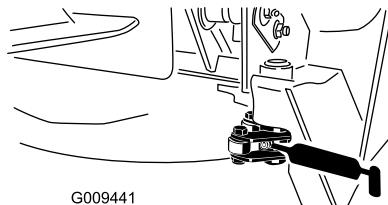

Figura 38
- Duas articulações do trinco (Figura 38)